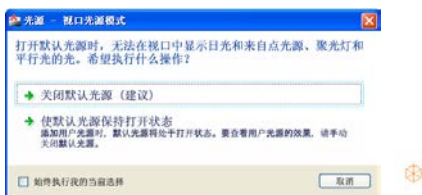

图 12.20 【光源】信息提示框
(2) 在菜单栏中选择【视图】/【渲染】/【光源】/【新建点光源】命令，弹出 AutoCAD 信息提示框，如图 12.20 所示。并选择【关闭默认光源（建议）】选项。